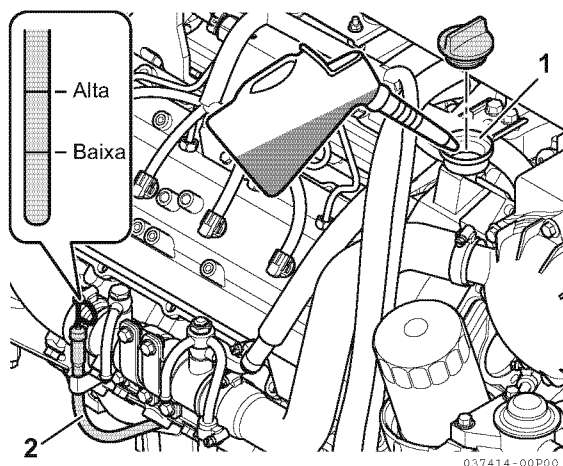

Figura 5
2. Remova a vareta do óleo (2, **Figura 5**) e limpe com um pano limpo.
1. Remova o tampão da porta do enchedor de óleo amarelo (1, **Figura 5**) e encha o motor com óleo.
2. Abasteça de óleo até ao limite superior na vareta (2, **Figura 5**).